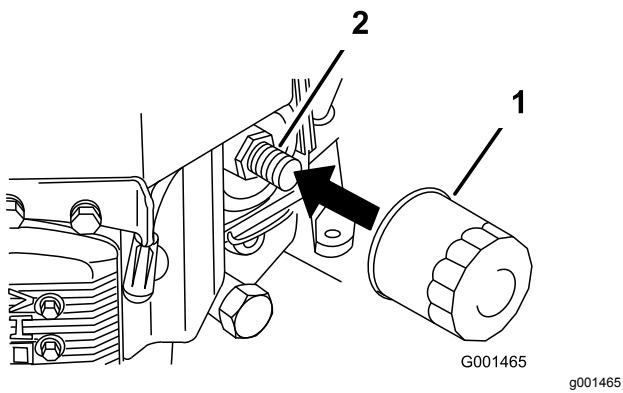

Figure 27
- Retirez le filtre usagé (Figure 27).
3. Appliquez une fine couche d'huile neuve sur le joint en caoutchouc du filtre de rechange (Figure 27).
4. Posez le filtre à huile de rechange sur l'adaptateur, tournez le filtre dans le sens horaire jusqu'à ce que le joint en caoutchouc touche l'adaptateur, puis serrez encore le filtre de trois quarts de tour (Figure 27).